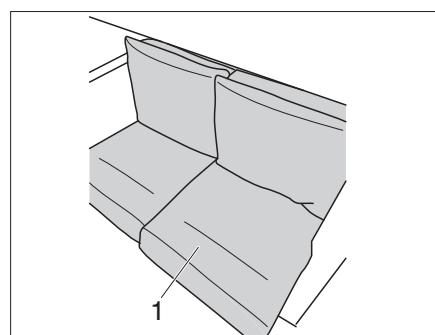

Fig. 222 Colocar cojín
El cojín del asiento (Fig. 222,1) tiene un refuerzo de plástico en la parte posterior.
- Colocar el cojín del asiento (Fig. 222,1) con refuerzo en el lado derecho.